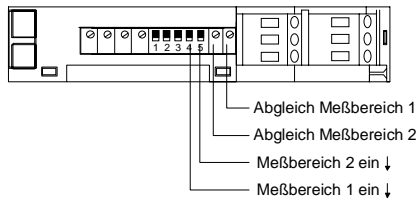

Bild 14: Messbereichsschalter und Abgleichpunkte
**Abgleichpunkte** Die Anordnung der Messbereichswahlschalter und Abgleichpunkte an der Gehäuseseite zeigt Bild 14.
**Feinabgleich** Der Feinabgleich im gewählten Messbereich erfolgt mit einem der beiden Regler rechts der DIP-Schalter (Bild 14).